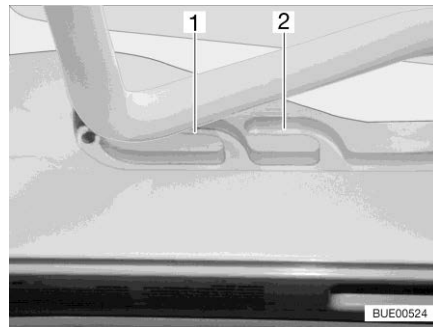
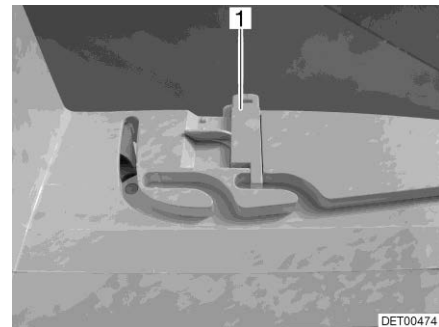

Fig. 113 Glissière (position de ventilation)
Fig. 114 Verrouillage (position de ventilation)
Il est possible d'amener le lanterneau Heki en deux positions de ventilation : Position pour mauvais temps (Fig. 113,1) et position intermédiaire (Fig. 113,2). Selon l'équipement, il est possible de verrouiller le lanterneau en position intermédiaire avec les deux verrous (Fig. 114,1) à gauche et à droite du cadre du lanterneau.
- Pousser légèrement l'étrier vers le haut, le pousser dans la glissière choisie (Fig. 113,1 ou 2) et le verrouiller si nécessaire.